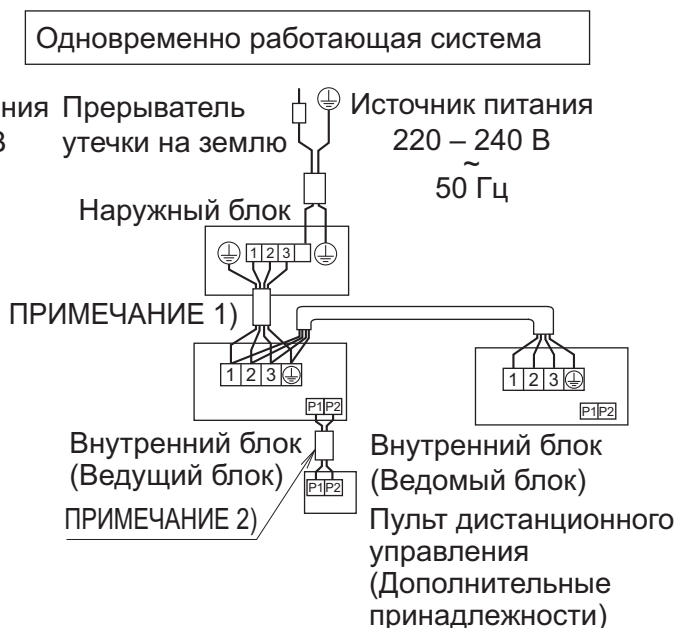

Рис. 41
- **Система с одновременной работой:** Управление 2 внутренними блоками (оба этих блока работают одинаково) осуществляется при помощи 1 пульта дистанционного управления. (См. рис. 41)